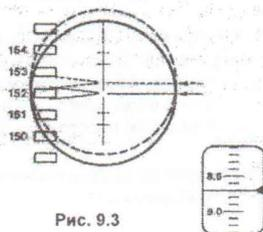

Рис. 9.3
- 2) Поворачивайте микрометричный винт для смещения визирной оси до тех пор, пока нанесенная на рейку градуировка не окажется между клиновидными нитями сетки для взятия точного отсчета, как показано на рис. 9.3.